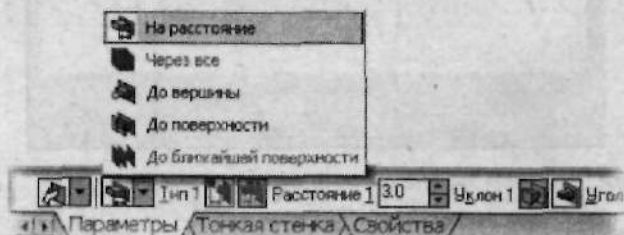

Рис. 3.18. Выберите способ построения — На расстояние
8. На **Панели свойств** выберите **Направление выдавливания** — *Прямое*, **Способ построения** — *На расстояние* (рис. 3.18), в поле **Расстояние** 1 укажите 3 мм и нажмите клавишу **Enter** (Ввод). На рабочем поле создания сборки отобразится фантомное изображение будущей прокладки (рис. 3.19).